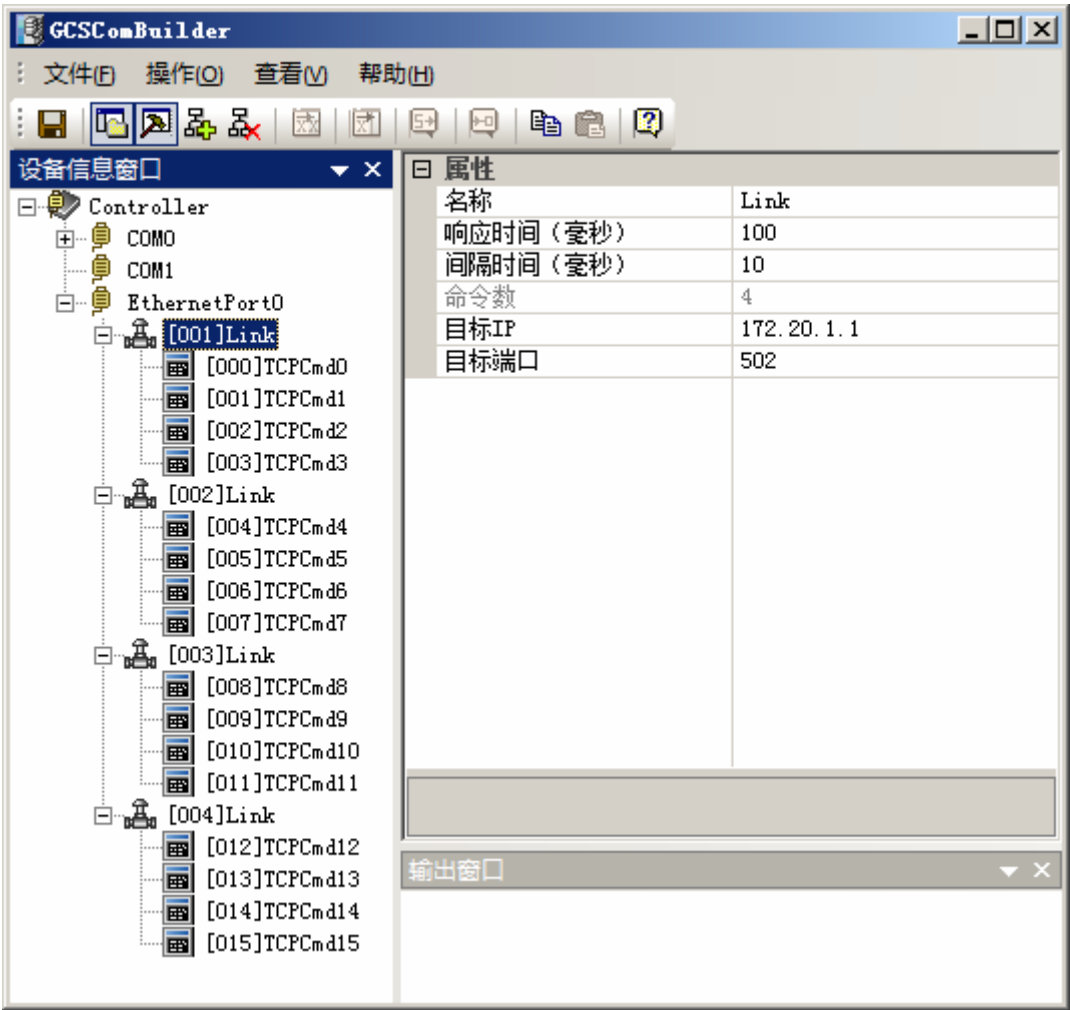

图 4-17 MODBUS TCP 客户端通信组态之命令添加
4. 右击 “[001]Link” 选择添加命令，依次给每条链接添加 4 条命令（总计 16 条），添加完毕后如图 4-17 所示。